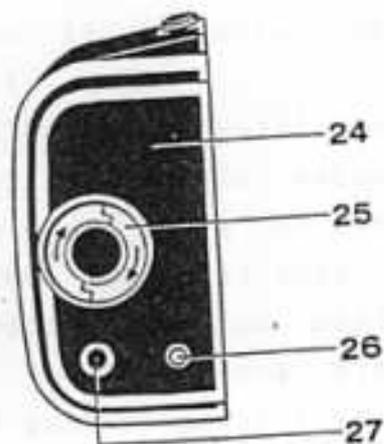

Fig. 4
V. fig. 4 (magazzino, visto da destra)